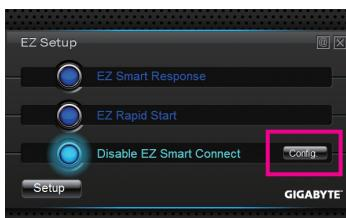
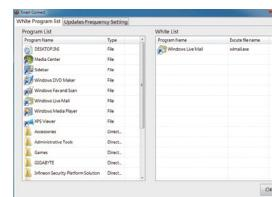

図3
図4
**Config**(図3)を選択してから、ホワイトプログラムリストに新しいプログラムを追加します(注)(図4)。OKをクリックしてシステムを再起動します。
**MAIN MENU**スクリーンが表示されます(図3)。